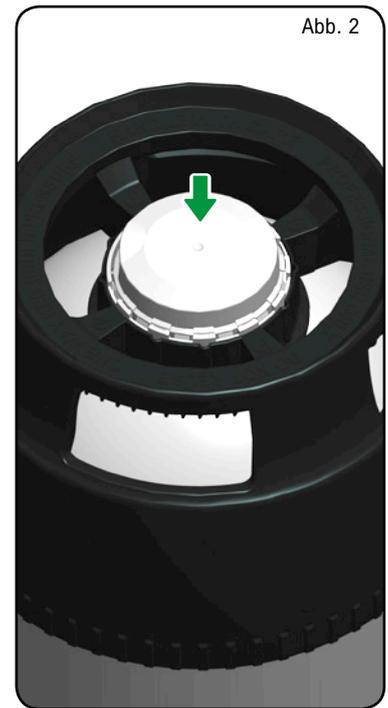

Abb. 2
- Den Befüllungskit laut Abbildung 2 montieren.
- Den Anschluss ⑤, Abbildung 2, festziehen.
- Den Hahn ③ und den Hahn ⑨, Abbildung 2, schließen.
- Den roten Hahn, Abbildung 2 A, öffnen (nur bei Ventilanschluss K).
- Den Gegendruckregler ⑥, Abbildung 2, schließen.
- Die Sicherheitsplombe am Ventil, Abbildung 2, anbringen.